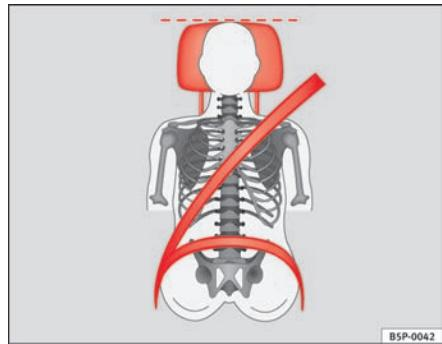
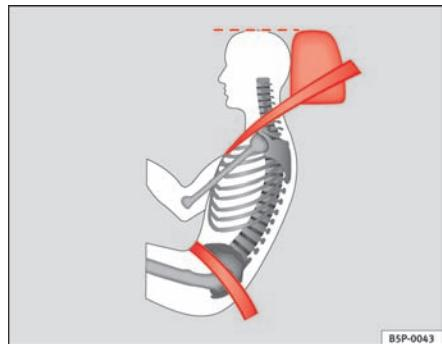

Fig. 3 Apoyacabezas
Fig. 4 Apoyacabezas
- Ajuste el apoyacabezas de modo que el borde superior quede, en la medida de lo posible, a la altura de la parte superior de la cabeza, como mínimo a la altura de los ojos. **⇒ fig. 3 y ⇒ fig. 4.**